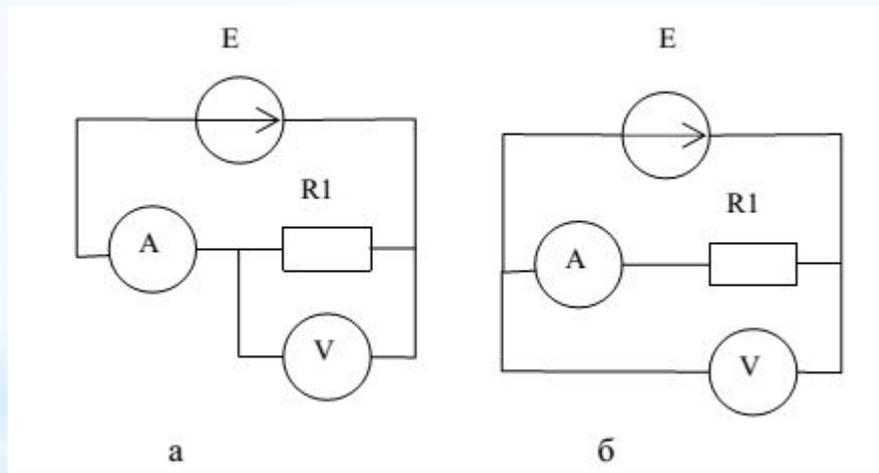

Рис.5 Косвенное измерение сопротивления резистора
*Например, измерение электрического сопротивления при помощи амперметра и вольтметра (рис. 5 а, б).*